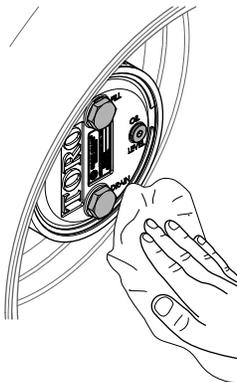

Figura 67
3. Limpie con un trapo los alojamientos del planetario y del freno (**Figura 67**).